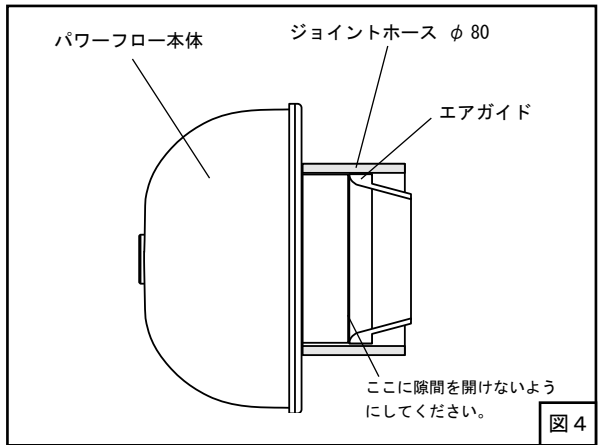

図3
- (1) サクションパイプにエルボ・ホースニップルφ10を取付けてください。取付ける際は、ネジ部に市販のシールテープ等を巻くなどしてエア漏れしないようにしてください。(図3)